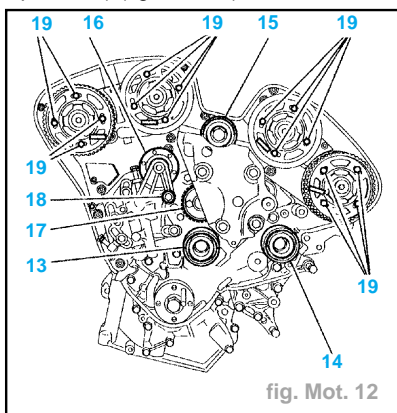
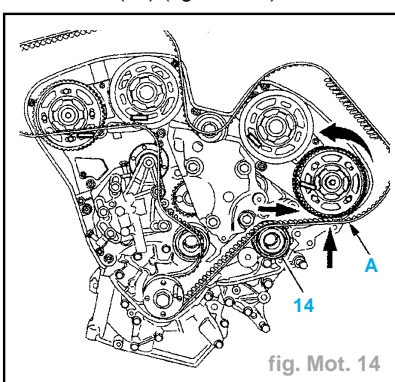

fig. Mot. 12
fig. Mot. 14
- Vérifier que les galets (13), (14), (15), (16) ainsi que la pompe à eau (17) tournent librement (absence de jeu et point dur) (fig. Mot. 12).
- Tourner les 4 pignons d'arbres à cames dans le sens horaire jusqu'en butée à fond de boutonnières (fig. Mot. 12).
- Serrer les vis (19) de 45°.
- Mettre en place la courroie sur le galet enrouleur (14) (fig. Mot. 14).
- sur le galet (15) (fig. Mot. 12),